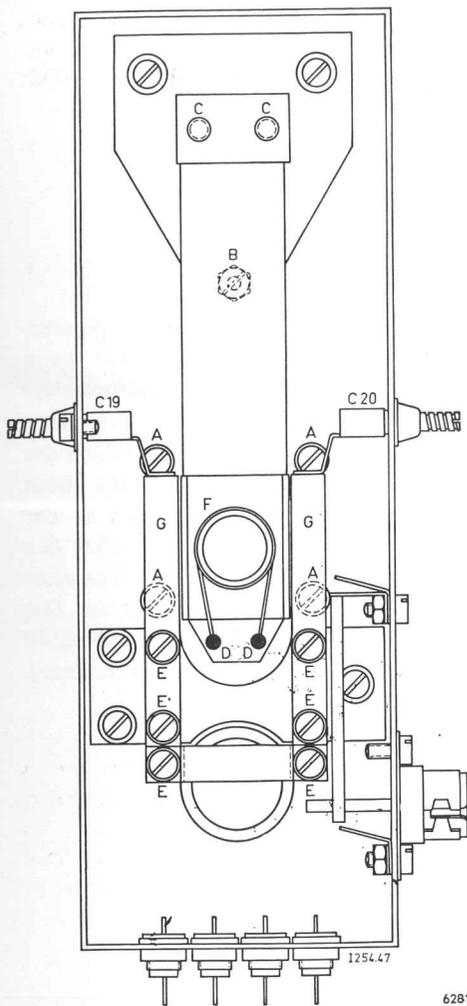

Bild 24. Abgleich des Schwingsystems
1. Magnet (Bild 24)
2. Feder mit kleiner Spule (Bild 24)